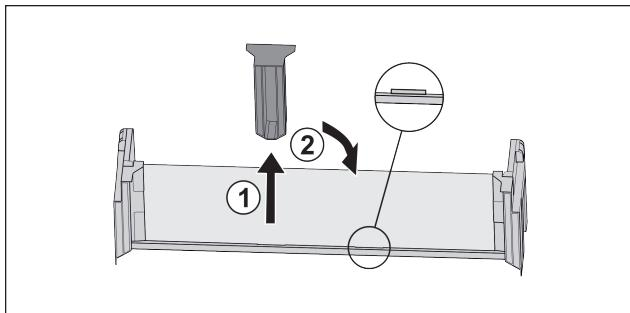

Fig. 96
► 拉出中间的定位件 Fig. 96 (1)。
► 将中间的定位件插入第二个位置 Fig. 96 (2)。